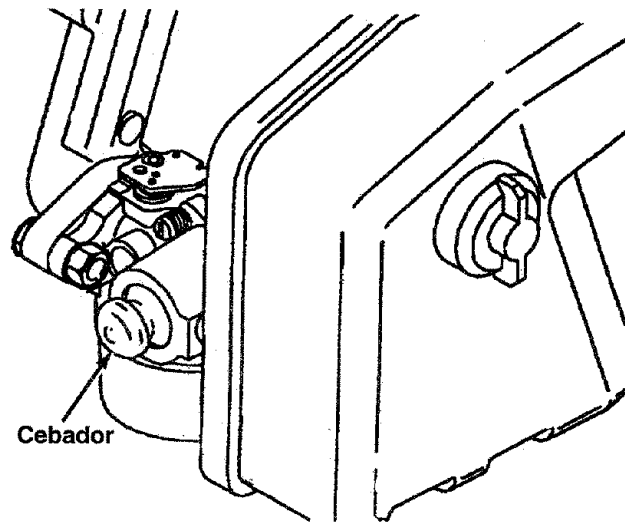

FIGURA 14.
CEBADOR - Bombea una cantidad de combustible adicional del carburador hacia el cilindro, para ser usado cuando se arranca un motor frío. Vea la figura 14.
- Presione el botón del cebador dos o tres veces antes de la operación de arrancar. Vea la figura 14. Use una presión firme cada vez, espere un poco después de cada presión. En tiempo frío, presione el botón del cebador cinco veces.